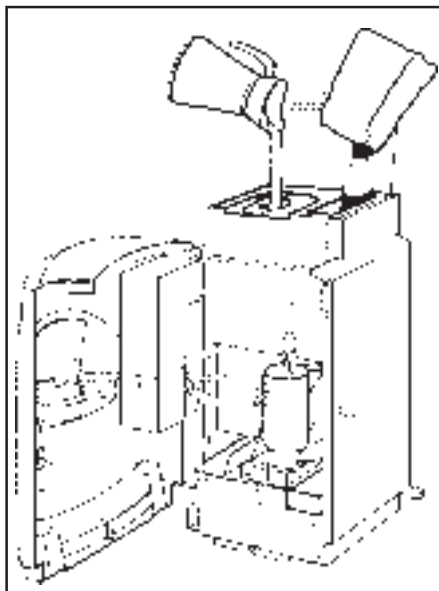

Fig. 5: Påfyllning av kaffe/vatten
1. Fyll kaffebehållaren (se fig. 5) med malet freshbrewkaffe.